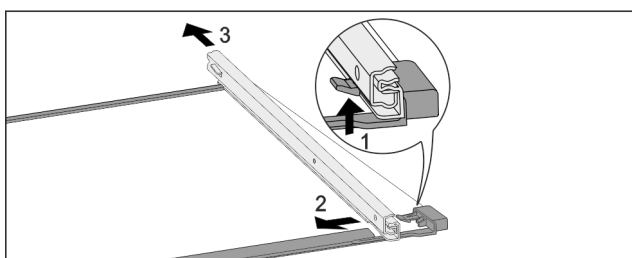

Fig. 174 Glasplade med skinner
- ▶ Tryk den forreste låsekrog op. Fig. 174 (1)
- ▶ Skub udtræksskinne til siden Fig. 174 (2) og bagud Fig. 174 (3).